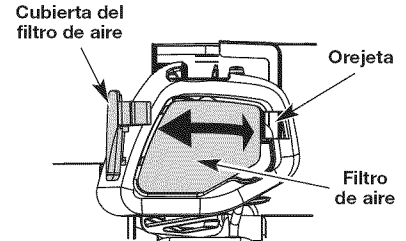

Fig. 21
1. Abra la cubierta del filtro de aire presionando hacia dentro la lengüeta de traba y sacando la cubierta del filtro (Fig. 21).
2. Retire el filtro de aire (Fig. 21).
6. Vuelva a colocar el filtro de aire en la placa de base (Fig. 21).
7. Vuelva a instalar la tapa del filtro de aire. Coloque las dos pequeñas lengüetas de la cubierta del filtro de aire sobre las dos ranuras de la placa posterior y presione la cubierta hacia abajo, cerciorándose que la lengüeta y la ranura estén bien alineadas, hasta que encaje en su lugar (Fig. 21).